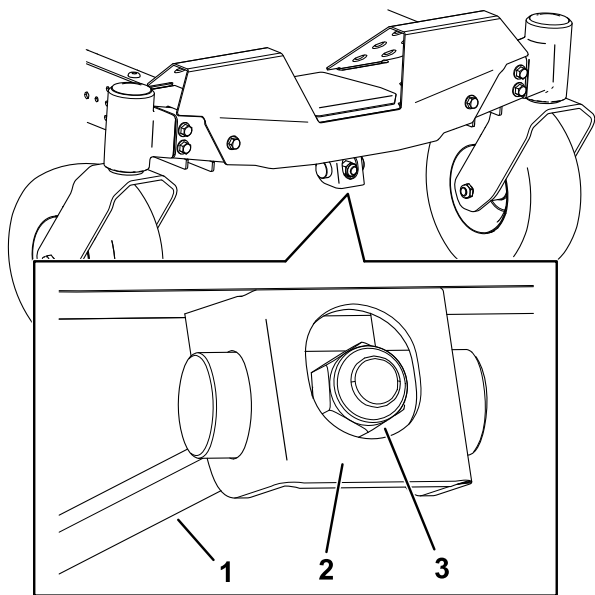

Figura 69
1. Gire la tuerca de ajuste en la parte delantera del cortacésped (Figura 69).